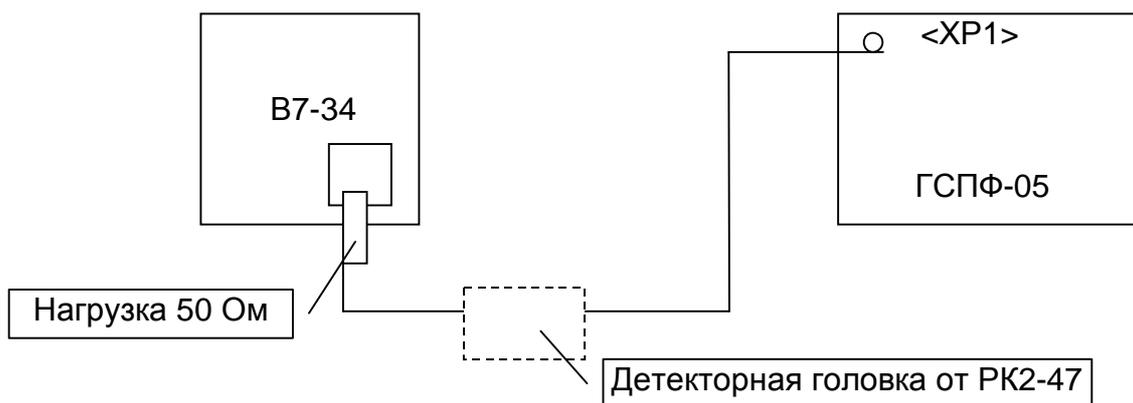

Рис. 7. 5
7.5.3.4.1 Собирается измерительная схема так, как показано на Рис. 7. 5.